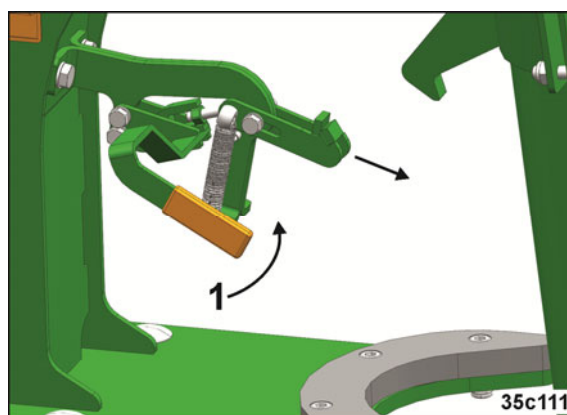

Fig. 231
3. Oplås transportsikringen (Fig. 231/1).